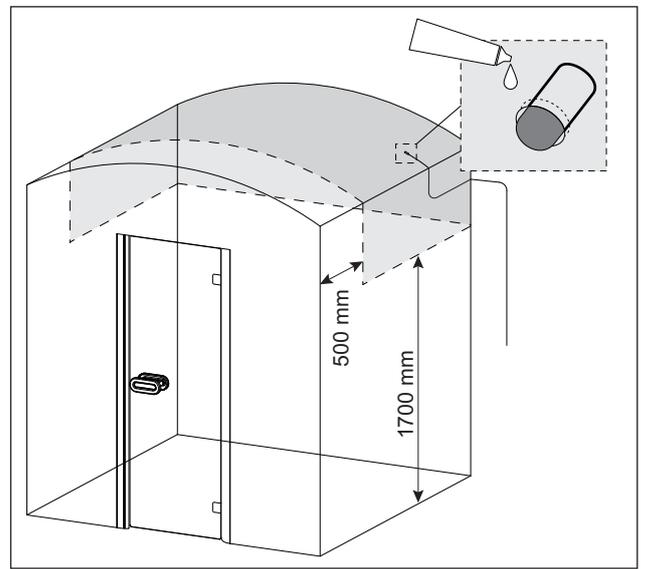

图8. 安装感温器
3. 按蒸汽机电源开关 关闭蒸汽机(蒸汽机底部见图8.)。
不要将感温器安装在门口或通风位近旁。正确位置见图8。